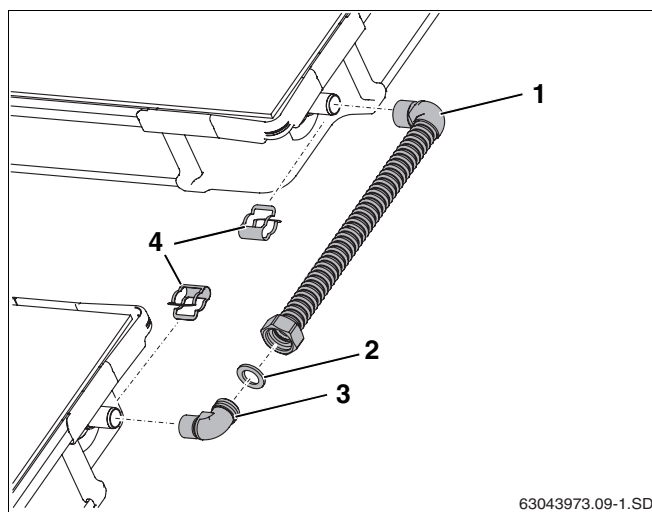

Fig. 40 Juego de conexión entre dos filas de colectores
- ▶ Coloque la junta (fig. 40, **pos. 2**).
- ▶ Coloque, oriente y enrosque el codo (fig. 40, **pos. 3**) en la tuerca de racor.
- ▶ Coloque el tubo de conexión (fig. 40, **pos. 1**) en las conexiones del colector y fíjelo con las abrazaderas (fig. 40, **pos. 4**) incluidas en el juego de conexión.